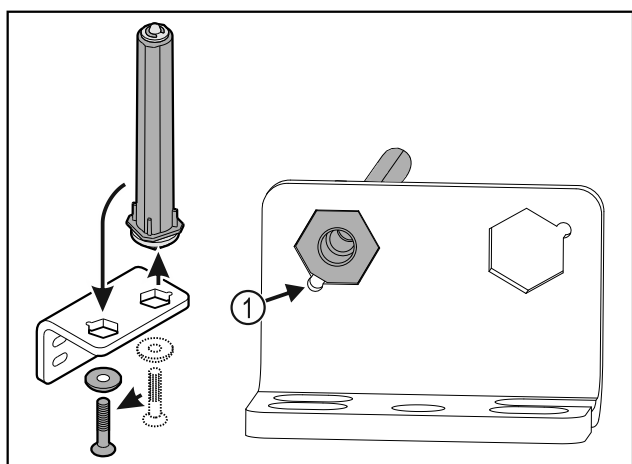

Fig. 33
- Zwrócić uwagę, aby podczas wkładania ścięcie sworznia Fig. 33 (1) było skierowane na okrągły otwór.